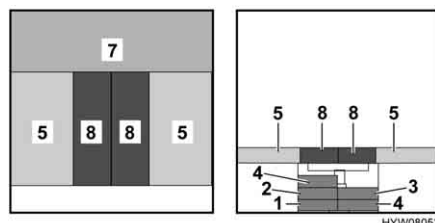

Fig. 65 Dopo la trasformazione
- Posizionare entrambi i cuscini aggiuntivi (Fig. 65,8) tra i cuscini del divano.